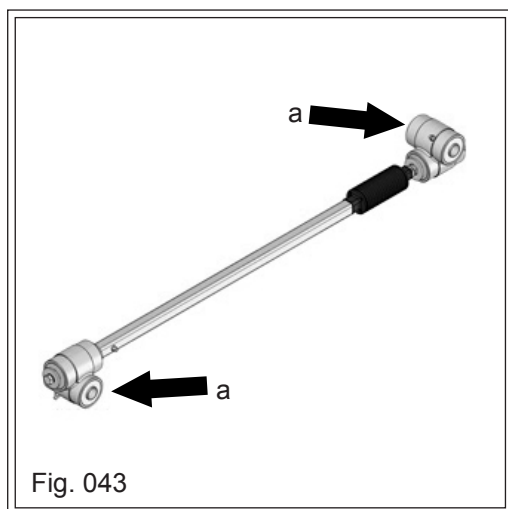

Fig. 043
d) O Cardan Telescópico será posicionado através da caixa de transmissão ("a" Fig. 043) que já está devidamente montada na máquina, do lado correto em relação ao suporte. Basta verificar se a caixa de transmissão da unidade semeadora está montada no lado esquerdo ou direito e fazer coincidir com a que está ao lado do suporte da máquina.